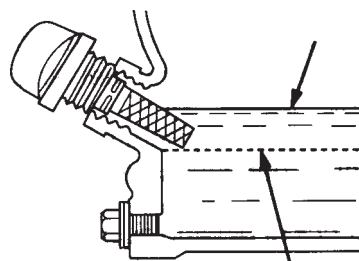

Abbildung 18. Motoröl-Messstab (Ölstand)
4. Wenn der Ölstand niedrig ist (Abbildung 18), bis zum Rand der Öleinfüllöffnung mit der empfohlenen Ölart auffüllen (Tabelle 4). Das maximale Ölfassungsvermögen beträgt 400 cm³.